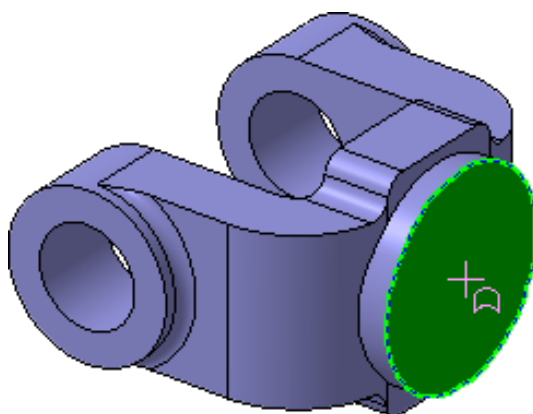

Рисунок 50.
- Укажите грань и нажмите кнопку Эскиз (рис. 50).